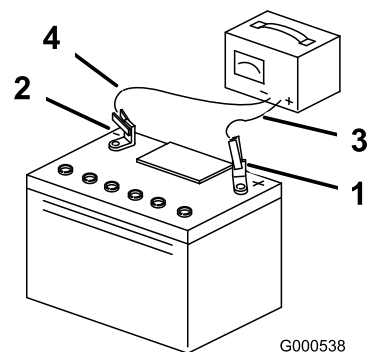

Figura 26
5. Quando la batteria è completamente carica, staccate il caricabatteria dalla presa elettrica e scollegate i cavi di ricarica dai poli della batteria (Figura 26).